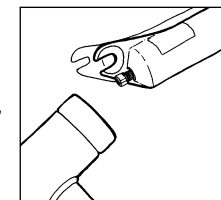

Fig. 6
6. Allentare parzialmente le viti sul fondo del fodero con una chiave esagonale da 5 mm, picchettare con decisione le viti con un mazzuolo liberando le aste dal fodero (vedere Fig. 6) e togliere completamente le viti. Quando si tolgono le viti, l'olio contenuto nel sistema Hydracoil uscirà dal fondo del gruppo foderi. Usare l'apposito recipiente per raccogliere l'olio.